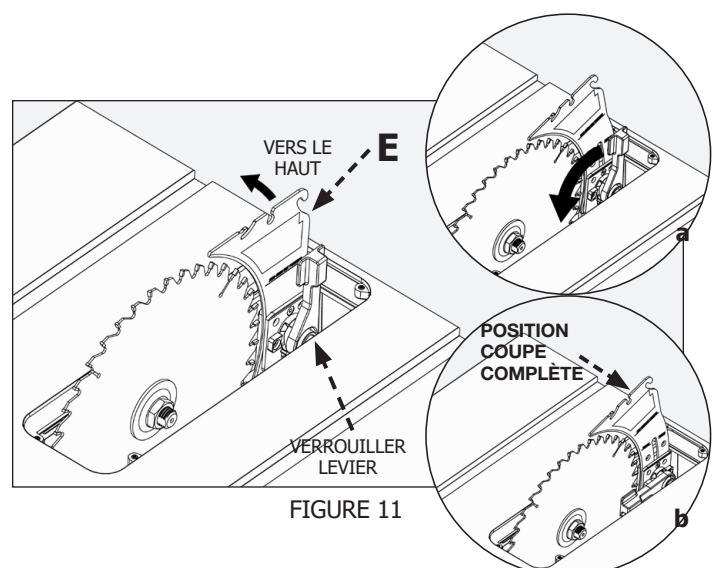

FIGURE 11
- Veillez à ce que le couteau diviseur soit correctement aligné sur la lame comme décrit dans la section « Réglage du couteau diviseur ». Consultez les figures 11 et 12.
- Cette scie est livrée avec son couteau diviseur (E) installé en position basse ou « coupe incomplète ». Ce couteau diviseur correspond à l'épaisseur de la lame qui est livrée avec la scie. Pour installer les griffes anti-rebond et l'ensemble du protège-lame, levez d'abord le couteau diviseur de la position abaissée ou « coupe incomplète » à la position levée « coupe complète », comme suit :